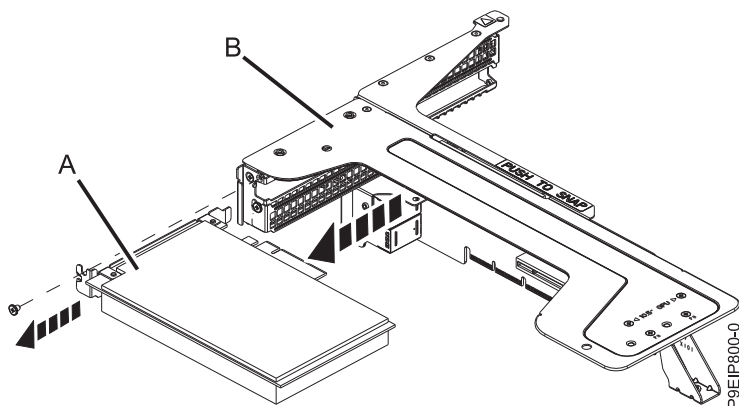

Figura 46. Removendo um adaptador da posição 2 do riser
- h. Desconecte um adaptador (A) na posição 2 do riser do adaptador PCIe (B) conforme mostrado na Figura 46.